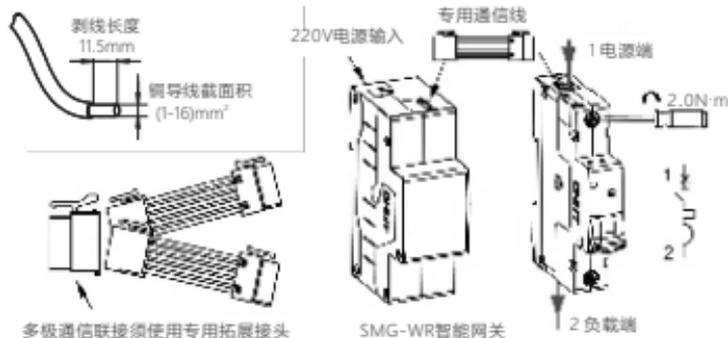

图6 接线方式及剥线长度
8.4 适用于铜导线连接，导线选择见表7，接线方式及剥线长度示意图6。